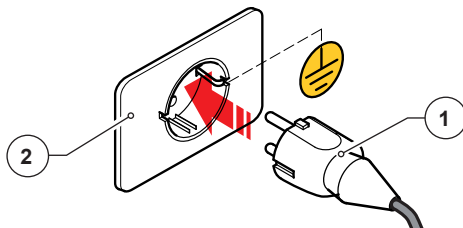

Fig. 9
- Insira a ficha do cabo de alimentação (Fig. 9 Porm. 1) na tomada de parede predisposta no local de utilização (Fig. 9 Porm. 2);